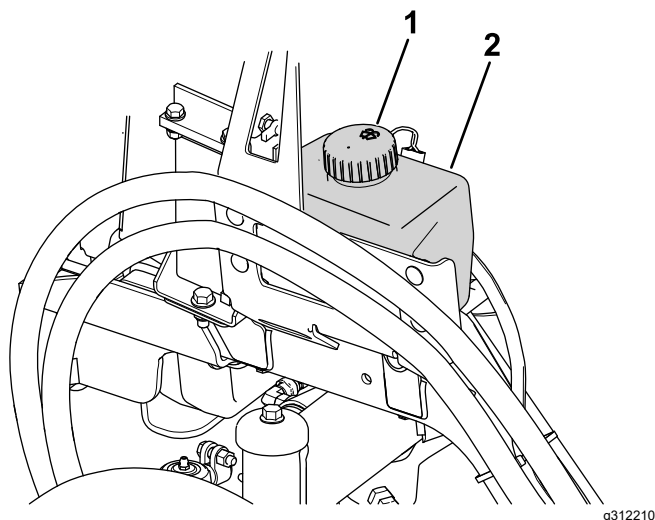

Рисунок 89
1. Снимите крышку бачка (Рисунок 89).